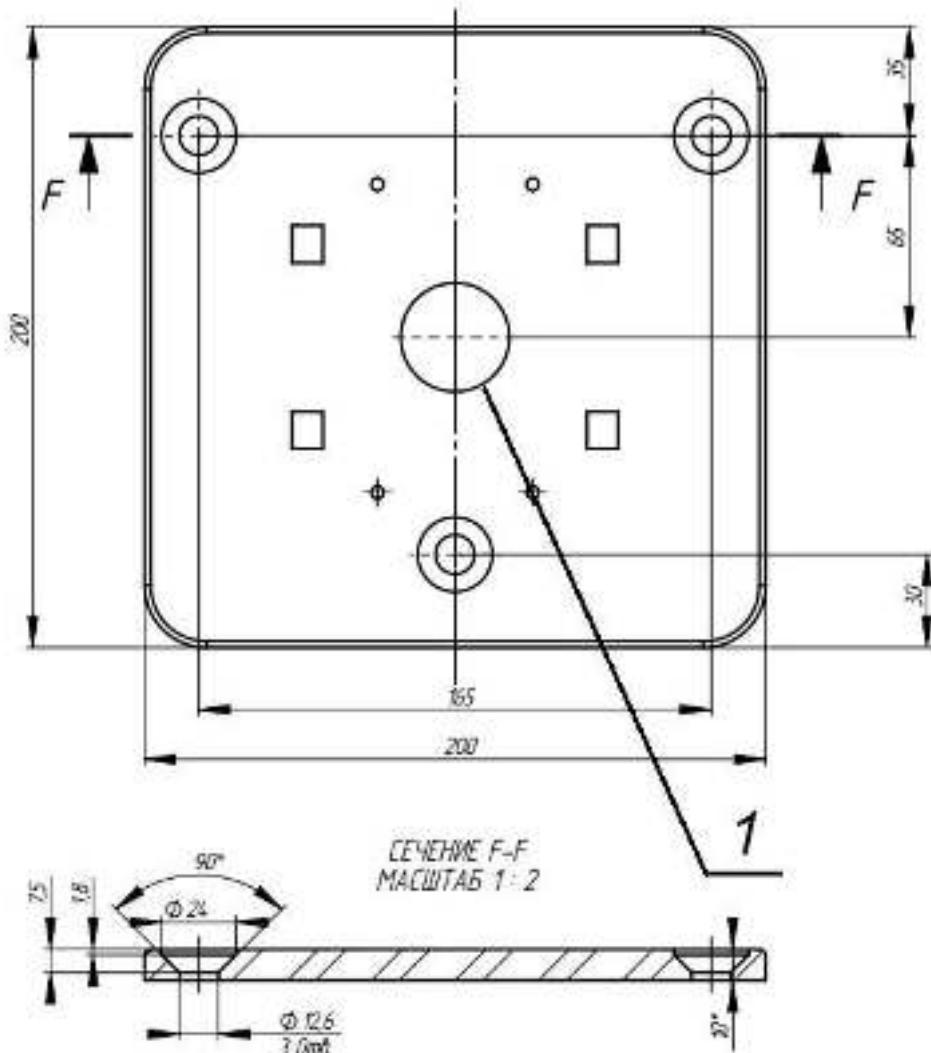

Рис. 7. . Установочные размеры (дан чертеж нижней опоры турникета)
4.2.3. По установочным размерам (рис. 7), подготовьте 3 отверстия диаметром 12 мм в полу под анкера крепления стойки турникета. Расположение монтажных отверстий относительно внешних габаритов турникета представлено в Приложении 3(рис. 13). Глубина закладного отверстия 120 мм она должна превышать длину анкера на 5 мм. Вставьте анкеры в отверстия.
4.2.4. Подводка кабелей производится через отверстие 1 (рис. 7) в нижней плите турникета. Необходимо подготовить штробу для прокладки кабелей.
4.2.7. Установите стойку турникета на подготовленную площадку (рис. 7). Заведите в корпус турникета кабели от ПУ, БП и, при необходимости, кабели СКУД и ОПС. Подводка кабелей производится через отверстие 1 в нижней плите турникета (рис. 7). Закрепите кабели кабельными стяжками.